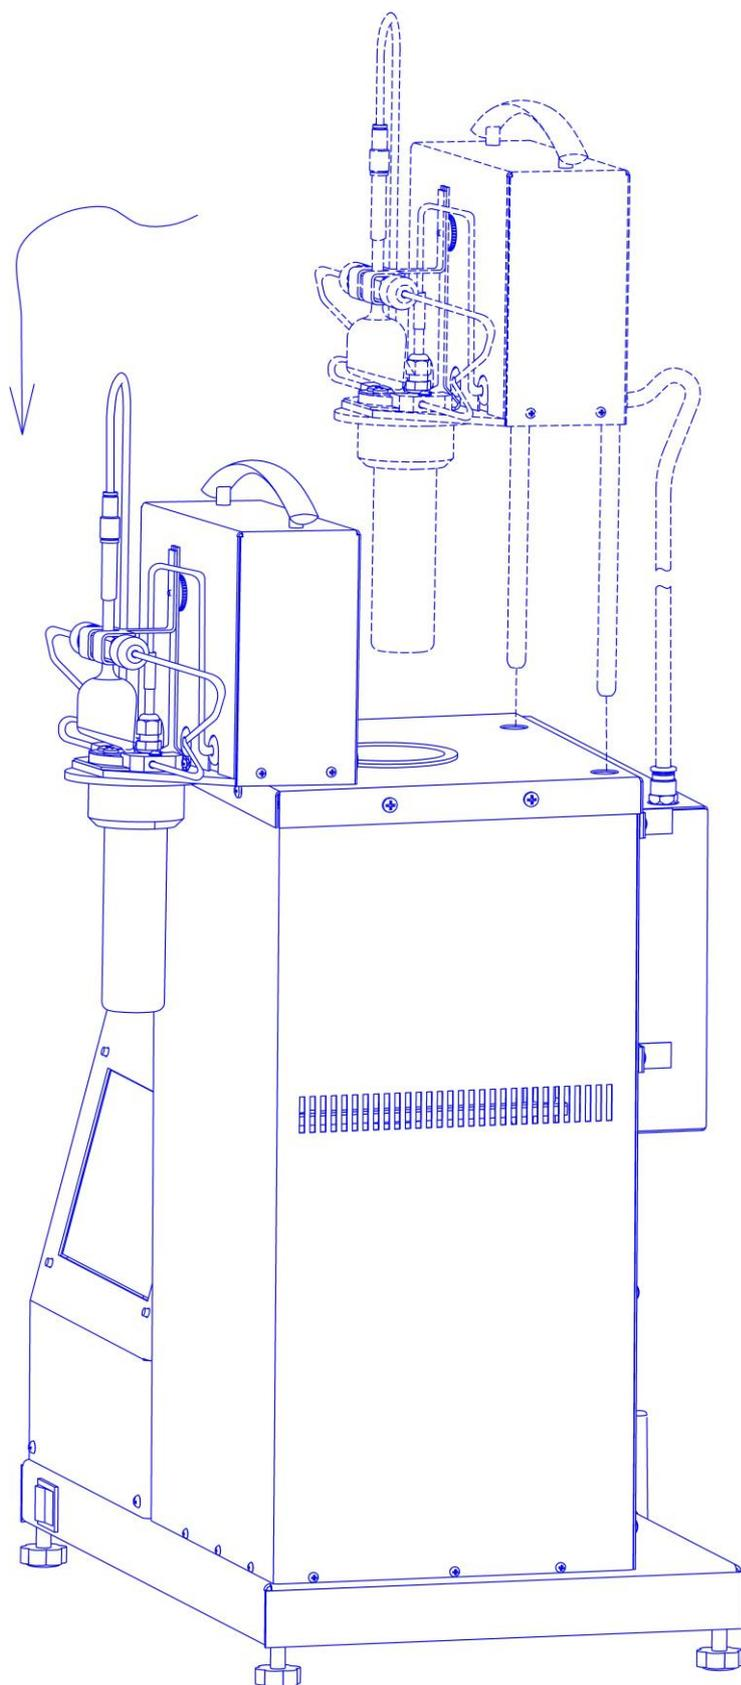

Рисунок 4 – Расположение блока технологического между испытаниями
4.3.3 Технологический блок перед испытанием необходимо закрепить снаружи с помощью направляющих (рисунок 4).